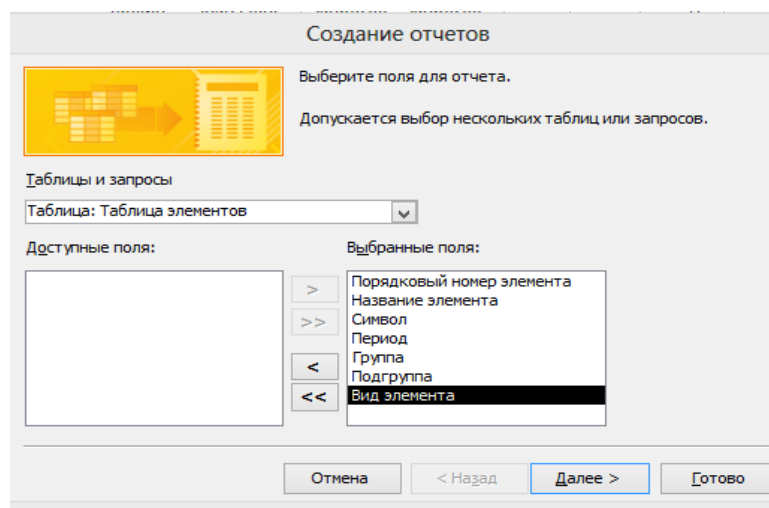

Рисунок 91 – Диалоговое окно *Создание отчетов*
4. Переведите все поля из области *Доступные поля* в область *Выбранные поля* и нажмите кнопку *Далее* (рисунок 91).